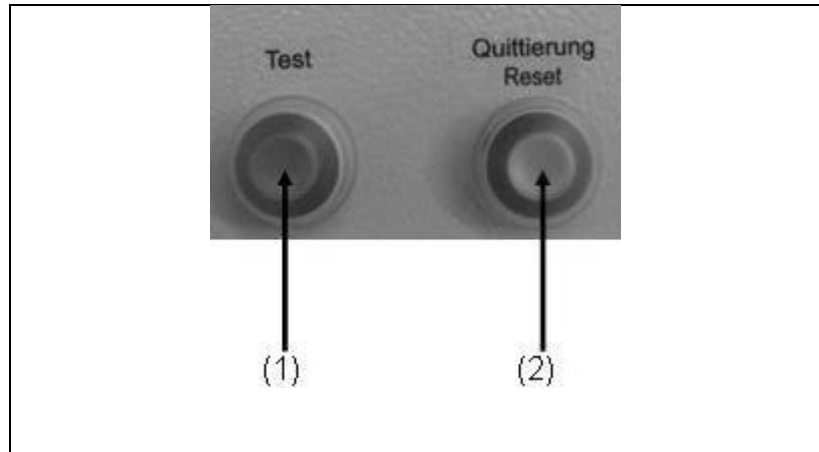

Abb. 5-2: Isolationsüberwachung mit E-MCS 4.0
3. Nach der Überprüfung muss der Reset-Taster (siehe Abb. 5-2-(2)) gedrückt werden um das Gerät wieder zu betreiben.
- ✓ Nach dem abschalten und abstecken des Verbrauchers muss der Reset-Taster (siehe Abb. 5-2-(2)) gedrückt werden um das Gerät wieder zu betreiben.
3. Drücken Sie den Testknopf (siehe Abb. 5-2-(1))
- ✓ Nach der Überprüfung muss der Reset-Taster (siehe Abb. 5-2-(2)) gedrückt werden sowie der Leitungsschutzschalter in Pos. 1 gebracht werden um das Gerät wieder zu betreiben.